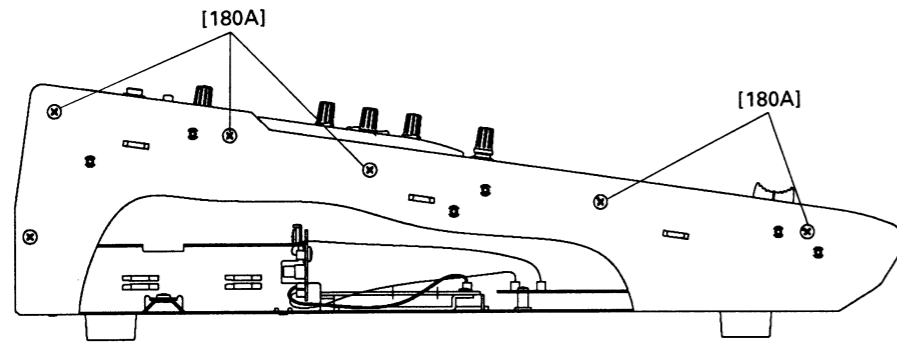

Fig. 1 (図1)
- 1-1 右側面と左側面にある[180A]のネジ 10 本を外します。(図 1)